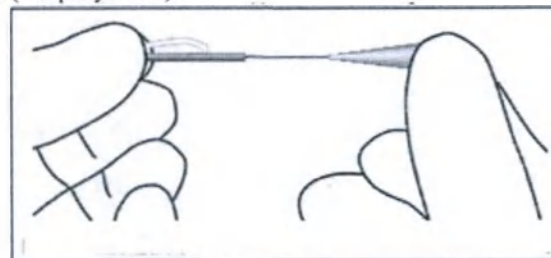

Рисунок 7: Оттягивание назад соединительной втулки провода DPU
3. Правой рукой возьмитесь за разъем и продолжайте вытягивать провод DPU из оболочки, пока спираль полностью не исчезнет в дистальном конце наконечника стилет-катетера (см. рисунок 7).